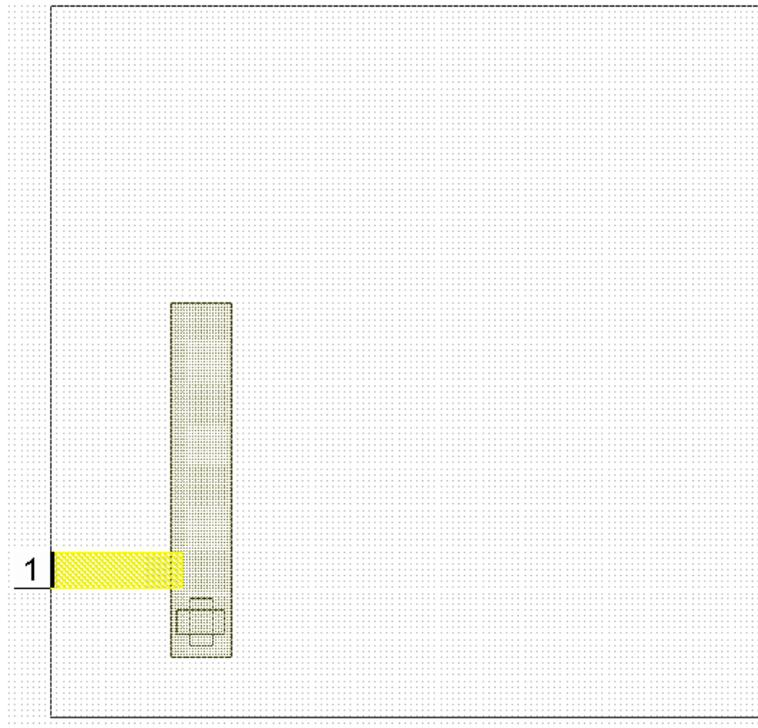

Рисунок 2.13 – Установка порта к левой грани микрополоскового фильтра
3. Разместите курсор с левого края маленького проводника пока не появится квадратик, и нажмите левую кнопку мыши, для размещения порта. Маленький бокс с номером 1 (показывающий номер порта) появится с левого края проводника (Рисунок 2.13).